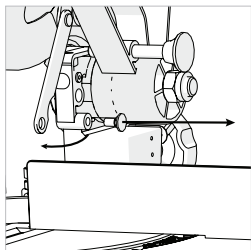

図24
- ・ 付属の六角レンチで六角穴付ネジを取り外し、ブレードカバー 留めのアームを自由にします。 (図24) 取り外したネジは無くさないようにしてください。
- ・ ブレードカバー解除レバー (A) を押してロックを解除し、ブレードカバーを上げて (B) ブレードケースに格納します。